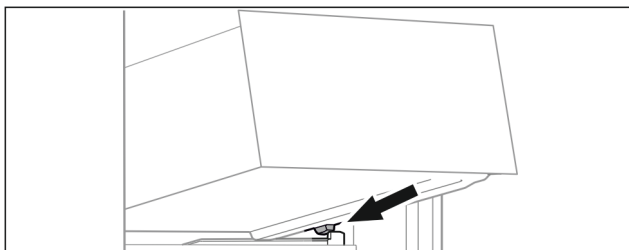

Fig. 71
- ▶ Schubfach schräg hinter den Stoppfern auf Behälterrippe aufsetzen. (siehe Fig. 71)